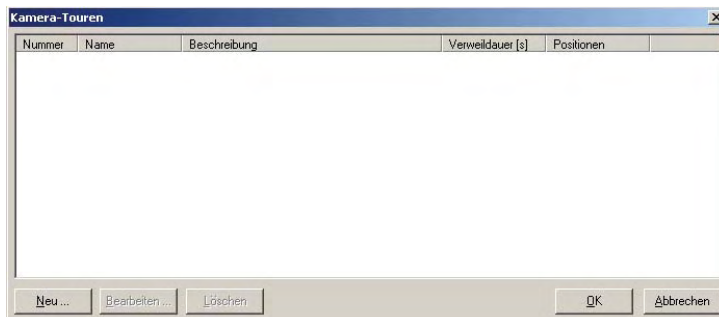

Abbildung 8-13: Dialog Kamera-Touren
Nach dem Betätigen des Buttons wird sich der Dialog zur Parametrierung der Kamera-Touren öffnen. (Abbildung 8-13). Der Dialog enthält eine Liste bereits definierter Touren. Wenn bislang keine Tourdefinition erfolgt ist, wird eine leere Liste dargestellt. Am unteren Rand des Dialogs finden Sie die Taste „Neu“.
- Daraufhin wird sich der Dialog aus Abbildung 8-13 öffnen.